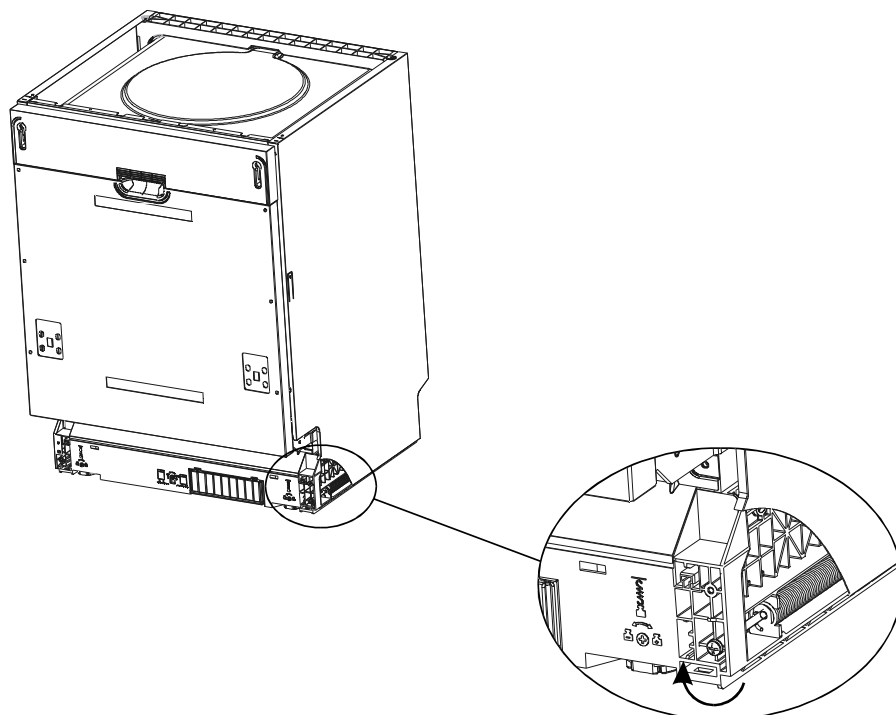

Рисунок 7
чтобы натянуть левую и правую пружину. Если этого не сделать, посудомоечная машина может быть повреждена (рис.5 или рис. 7, схема 2).
6. Закрепите конденсационную полосу под столешницей шкафа (рис.7, схема 3). Убедитесь, что полоска закреплена вровень с краем столешницы. Конденсационная полоска защищает столешницу от влаги.
8. Отрегулируйте высоту посудомоечной машины (рис.7, схема 5). Заднюю ножку можно отрегулировать с передней стороны машины, поворачивая винты с левой и правой стороны прибора. Чтобы отрегулировать передние ножки, с помощью гаечного ключа поворачивайте ножки, пока не выровняете посудомоечную машину.
- A. Обычная столешница: закрепите столешницу с помощью двух шурупов для дерева. Убедитесь, что посудомоечная машина не висит на столешнице (рис.7, схема 6).
- B. Мраморная или гранитная столешница – закрепите скобу на боковой панели посудомоечной машины и прикрепите посудомоечную машину к корпусу мебели. Закройте винт резиновой заглушкой (рис.7, схема 7).